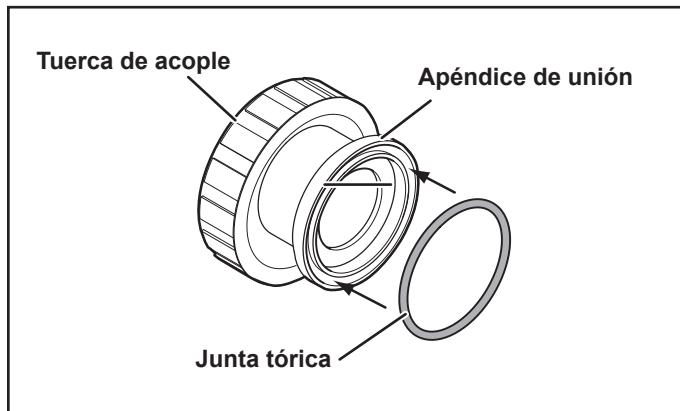

Figura 2. Colocación de la junta tórica
5. Coloque las juntas tóricas en la cara de los apéndices de la unión, donde la cara del apéndice se conectarán con los puertos del filtro. Asegúrese de que cada junta tórica esté asentada correctamente en la ranura de cada apéndice de unión. Consulte la Figura 2.